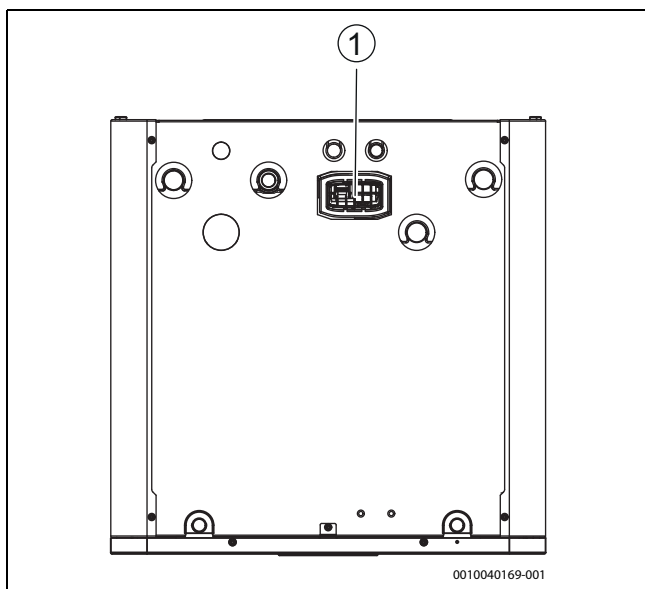

Bild 17 Halter für MX300
- Modul in den Halter einsetzen (→ [1], Abbildung 17). Wenn das Modul richtig eingesetzt wurde, blinkt eine LED.